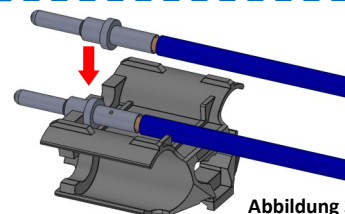

Abbildung 3
- Die unteren Hilfskabel wie in (Abbildung 3) gezeigt ausrichten